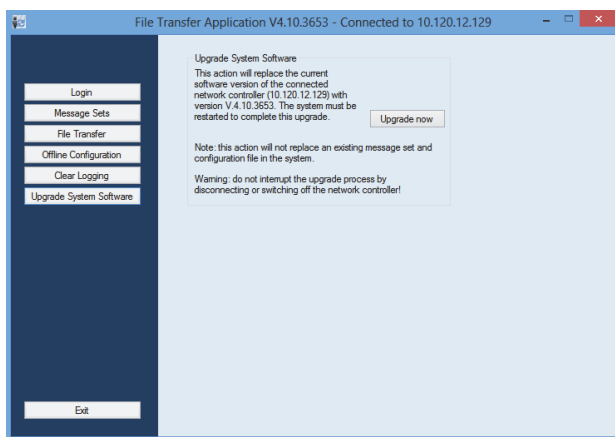

figura 37.5: Schermata del trasferimento di file
- 1 Fare clic sul pulsante *Upgrade system software*. Appare una schermata simile a quella in figura 37.5 .